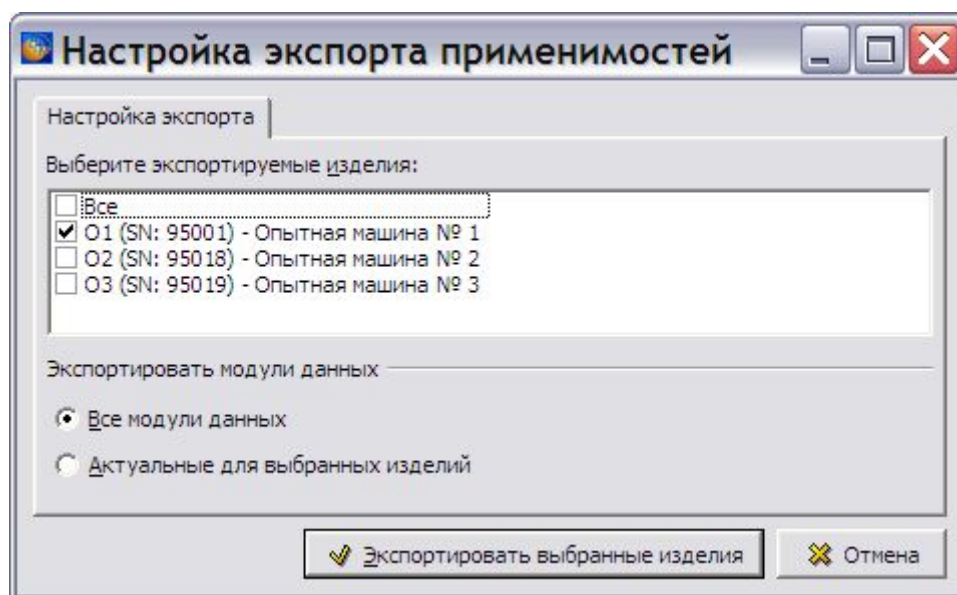

Рис. 8.91
11. Нажмите на кнопку **Экспортировать**. Если в проекте для версий модулей данных заданы применимости, то откроется окно **Настройка экспорта применимостей** (Рис. 8.91). Если в проекте не заданы применимости, то *система* произведет экспорт проекта или его раздела.